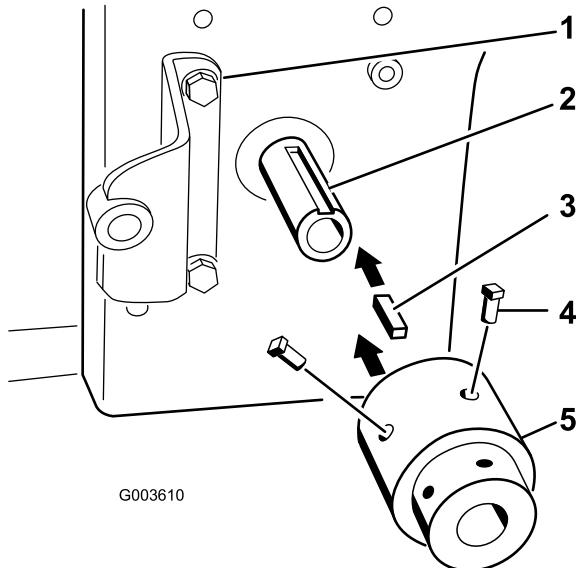

Figure 19
- 6. Placez la clavette carrée (1/4 x 1 po) dans la fente de l'arbre de PDF du moteur (Figure 19).
7. Alignez l'ensemble moyeu sur la clavette carrée et posez-le sur l'arbre de PDF (prise de force) du moteur (Figure 19).
8. Appliquez du produit Loctite® bleu sur les 2 vis de fixation (5/16 x 3/4 po) et placez-les dans l'ensemble moyeu pour le fixer à l'arbre de PDF (Figure 19).